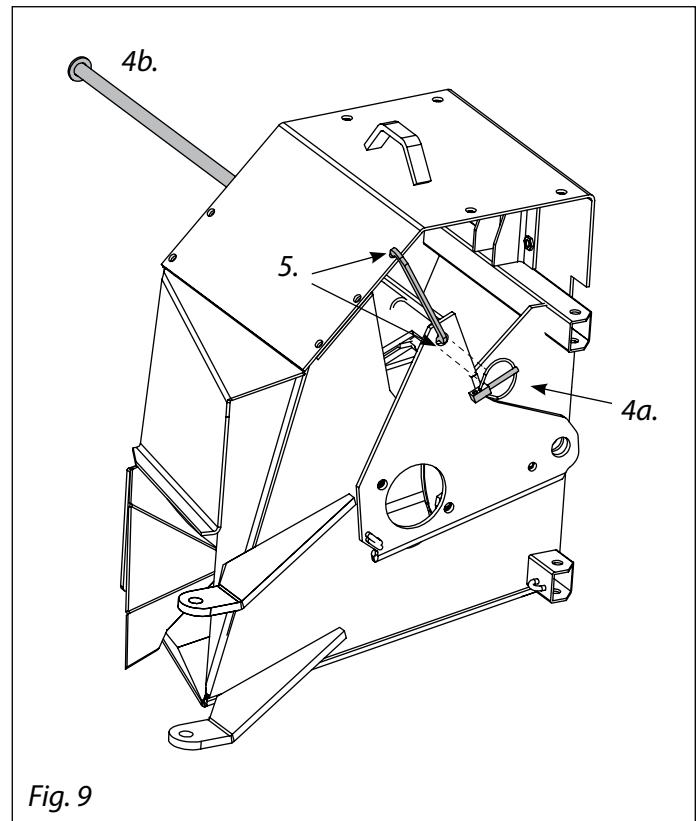

Fig. 9
4. Fjern låsesplinten og trekk ut bolten (4a, 4b) (Fig. 9.).
5. Sett krokstangen (5) inn i hullene og løft den forsiktig opp med denne.